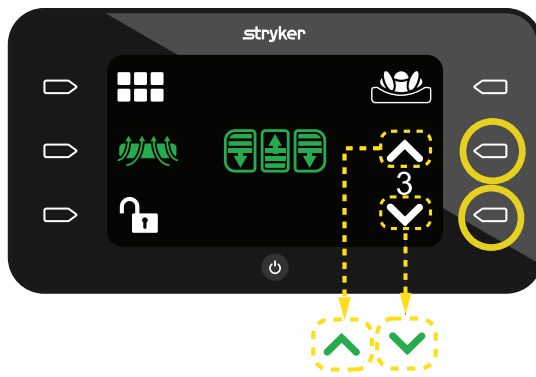

Figure 16 – Mode ALP niveau 3
4. Appuyer sur le bouton d'action en regard de la flèche **vers le haut** ou **vers le bas** pour augmenter ou diminuer le niveau ALP de 1 à 5 (Figure 16).